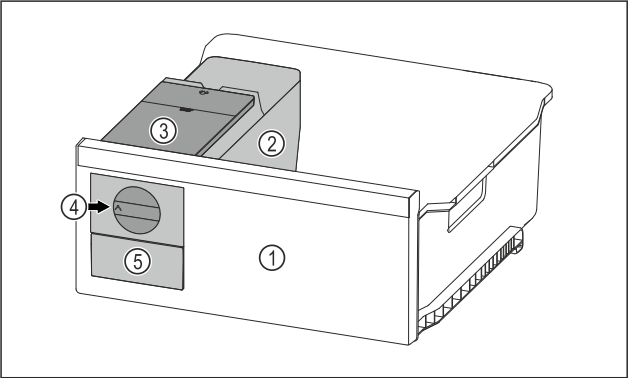

Fig. 97 Representación a modo de ejemplo
- Girar el botón giratorio Fig. 97 (4) en el sentido de las agujas del reloj hasta el tope.
- Los cubitos de hielo caen de la cubitera al compartimento de cubitos de hielo Fig. 97 (5).